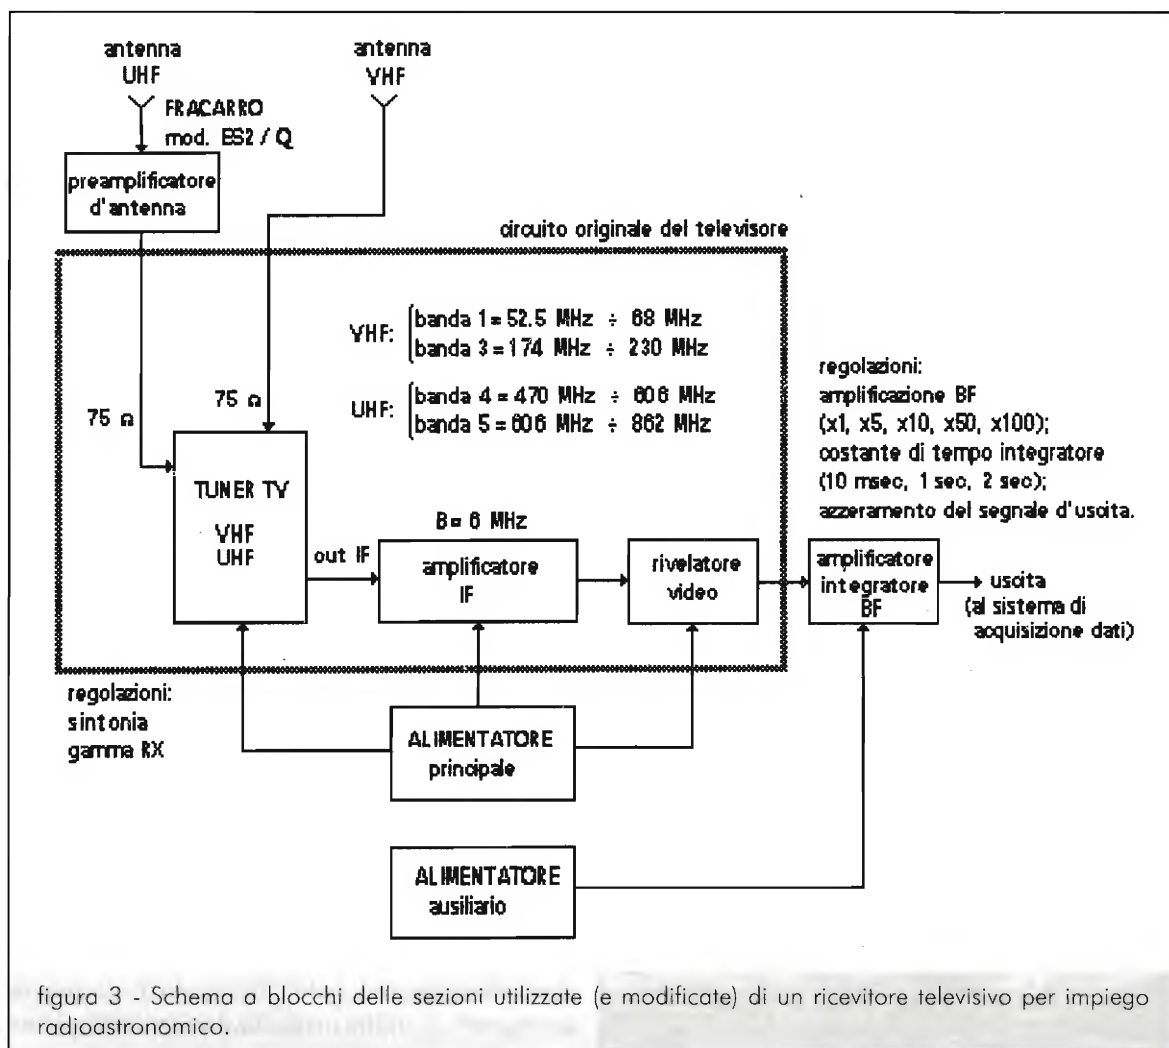

figura 3 - Schema a blocchi delle sezioni utilizzate (e modificate) di un ricevitore televisivo per impiego radioastronomico.
Lo strumento proposto è stato costruito sulle "ceneri" di un televisore BN Philips mod. 12 TX 1002/00Z dopo aver reperito lo schema elettrico, presso un amico riparatore, indispensabile per "muoversi" all'interno del circuito da modificare. L'apparecchio è stato completamente demolito conservando solo la scheda madre. Come illustrato nello schema a blocchi di figura 3, i circuiti che interessa ripristinare e modificare per uso radioastronomico riguardano il sintonizzatore VHF - UHF (tuner), la catena amplificatrice a frequenza intermedia (IF) ed il rivelatore video; il resto è stato pazientemente eliminato dissaldando i componenti inutili e segando la piastra del circuito stampato
Dai terminali di antenna del tuner (VHF e UHF) è opportuno eliminare il circuito di filtraggio relativo al demisceleatore d'ingresso: come indicato dagli schemi di figura 3 e 5, occorre inserire un preamplificatore d'antenna a basso rumore prima dell'ingresso UHF a 75Ω, in modo da migliorare le non eccellenti caratteristiche in sensibilità e rumore del ricevitore nella banda UHF (quella dove, per il momento, interessa condurre le osservazioni). Un modulo analogo deve essere inserito a monte della presa di antenna VHF nel caso si optasse per l'utilizzo di queste frequenze.